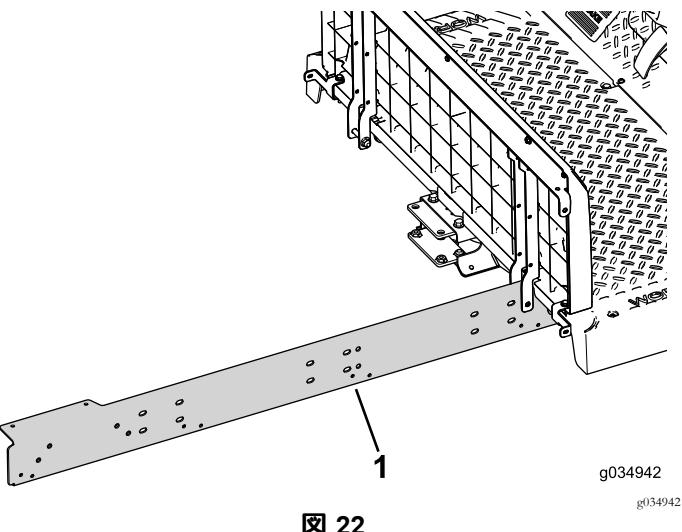

図 22
2. 車体右側にエクステンションレールを仮止めする図 22。